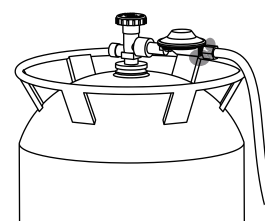

Figure 9
- Regulaatori ja vooliku vahele (vt Figure 9)